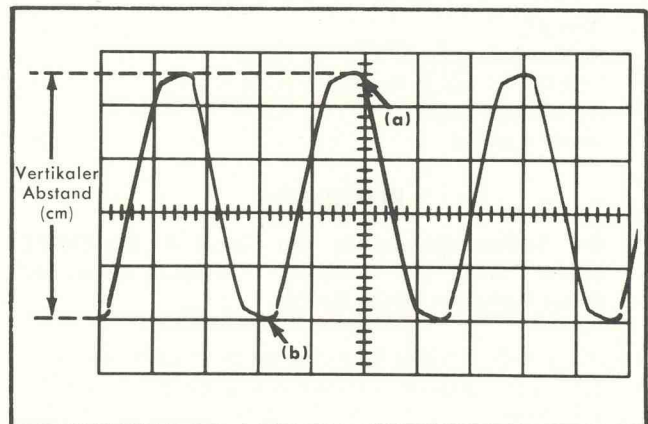

Bild 3-1 Messung des Spitzen-Spitzenwerts einer Signalspannung.
5. Mit dem Lageregler POSITION von Kanal 1 wird die vertikale Lage des Signals so auf dem Schirm eingestellt, daß die Signalamplitude leicht bestimmt werden kann. Die Lage des Signals wird z. B. so eingestellt, daß die negativen Spitzen sich mit einer der untern Rasterlinien decken und eine der positiven Spitzen nahe der vertikalen Mittellinie zu liegen kommt (siehe Bild 3-1).
Bei der Messung von Signalamplituden kann die Strahlbreite einen beachtlichen Teil der gesamten Messung ausmachen. Um Messungen möglichst genau durchzuführen, soll immer von einer Seite der Strahlspur aus gemessen werden (dies gilt besonders bei der Messung kleiner Amplituden). Es ist zu beachten, daß in Bild 3-1 die Punkte (a) und (b) mit der untern Kante der Strahlspur übereinstimmen. Die Messung würde ebenso genau werden, wenn sich die Punkte (a) und (b) an der oberen Kante der Bildspur oder in der Mitte der Bildspur befinden würden.